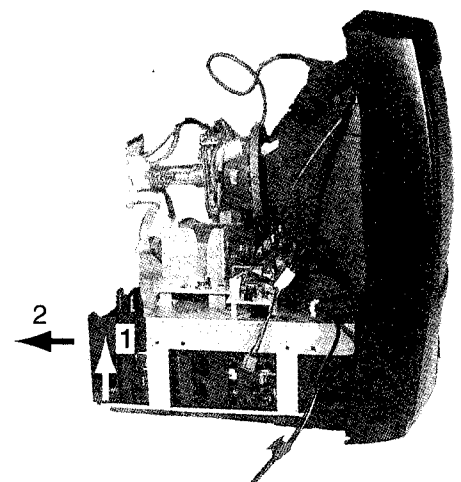

Abbildung 4-4
8. Die TV/VCR-Einheit hinten leicht anheben und vorsichtig aus dem Gerät ziehen (siehe Abbildung 4-4).